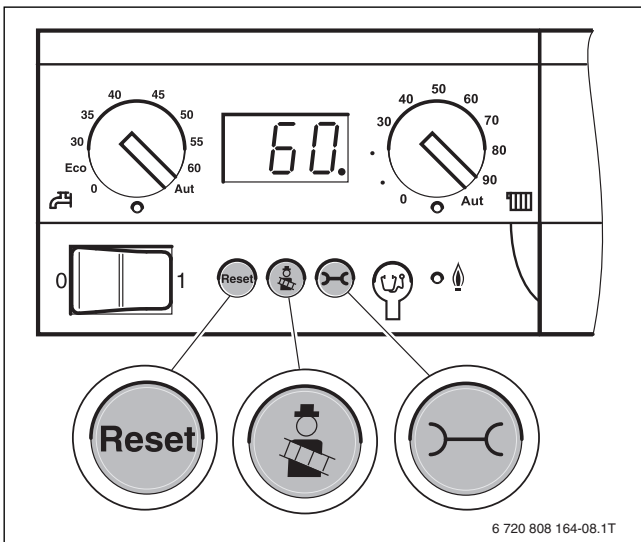

Bild 56 Basiscontroller Logamatic BC10
- ▶ Mit Taste **Abgastest** (→ Bild 56, höhere Werte) oder Taste **Reset** (→ Bild 56, niedrigere Werte) kann die Gebläsedrehzahl und damit der statische Gebläsedruck stufenweise zwischen -9 bis +9 eingestellt werden.